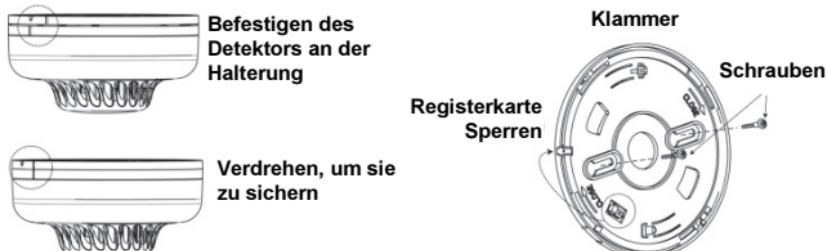

Abbildung 7: Installation des Rauch- und Hitzemelders
2. Entfernen Sie den Sicherungsstift, der die Halterung an der Einheit befestigt (siehe Abbildung 7).
6. Bringen Sie mit Hilfe der Schrauben (mitgeliefert) die Halterung an der Wand an, wie in Abbildung 7 dargestellt
- Schieben Sie den Sicherungsstift ein, um die Montagehalterung an dem Melder zu befestigen (siehe Abbildung 7).